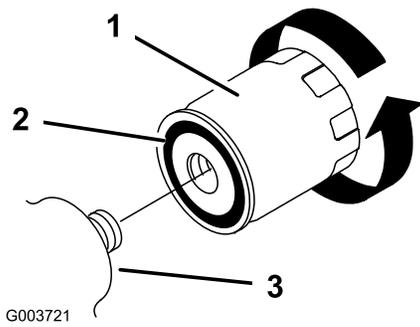

Figure 35
5. Enlevez le filtre à huile usagé (Figure 35) et essuyez la surface de l'adaptateur.
6. Appliquez une fine couche de liquide hydraulique sur le joint en caoutchouc du filtre de rechange (Figure 35).
7. Montez le filtre de rechange sur l'adaptateur (Figure 35). Tournez le filtre dans le sens horaire jusqu'à ce que le joint rejoigne l'adaptateur, puis donnez 1/2 de tour supplémentaire.